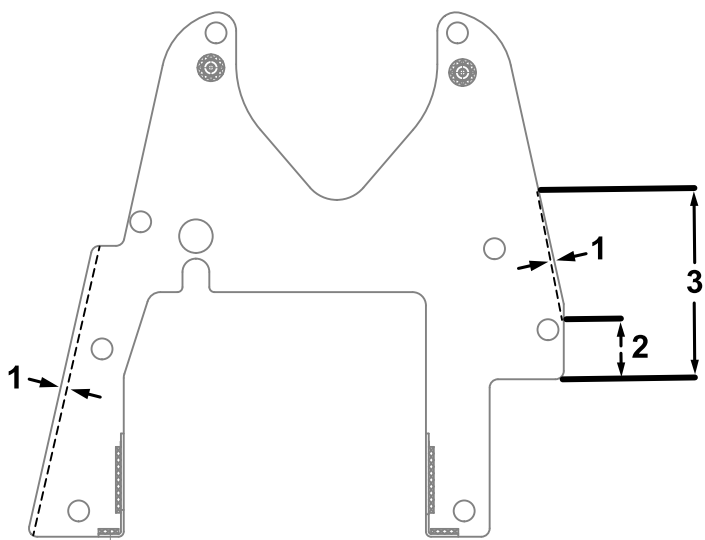

図 7
- ・ グリーンズマスター 3400 と3420 図 7を参照。